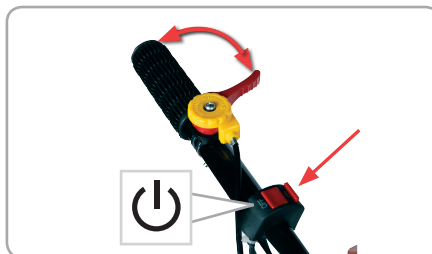

Fig.13
- Apăsati contactul motor în poziția ON. Rotiți clapeta de accelerație spre stânga. (fig.13)